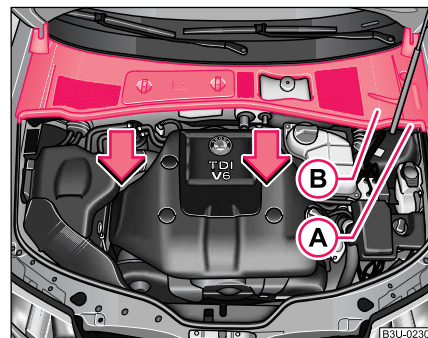

Fig. 161 Compartimentul motorului: Capacul colectorului de apă
- Scoateți garnitura **(A)** și îndepărtați capacul **(B)** în sensul indicat de săgeată ⇒ pagina 215, Fig 161.